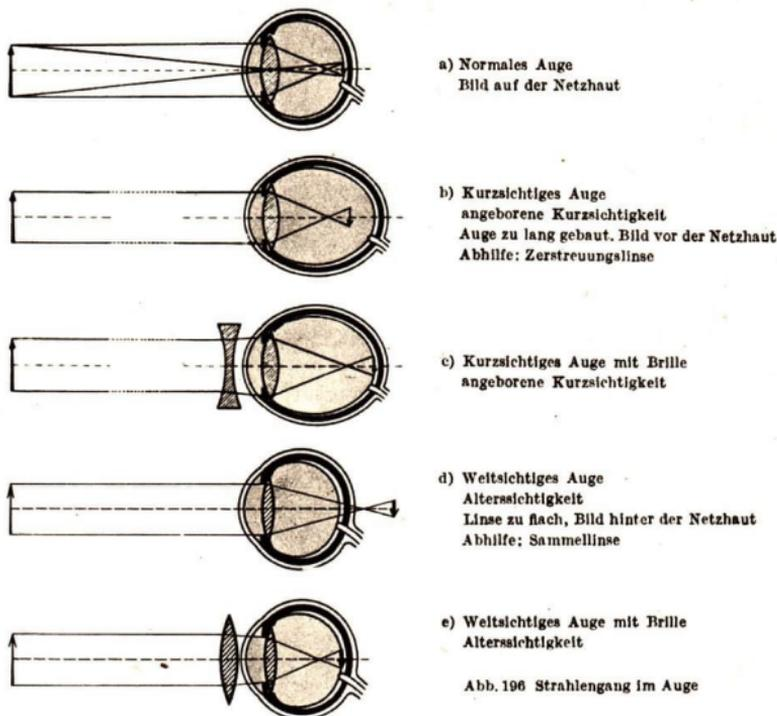

Abb. 196 Strahlengang im Auge
Die von einem Gegenstand ausgehenden Lichtstrahlen dringen durch die Pupille ins Innere des Auges ein und werden, im wesentlichen durch die Linse, bei einem normalsichtigen Auge so gebrochen, daß auf der Netzhaut ein wirkliches, umgekehrtes, verkleinertes Bild entsteht (Abb. 196 a). Die Linse hat
Die Netzhautbilder stehen umgekehrt (Abb. 196); trotzdem sieht der Mensch die Gegenstände aufrecht. Dieses Aufrechtsehen ist ein Ergebnis der Erfahrung und der Gewohnheit; es läßt sich durch physikalische Gesetze nicht erklären.
**2. Kurzsichtig, weitsichtig, übersichtig.** Manche Menschen vermögen entfernte Gegenstände nur undeutlich zu erkennen, während ihnen das deutliche Sehen naher Gegenstände oder das Lesen keinerlei Schwierigkeiten bereitet. Man bezeichnet diesen Sehfehler als *Kurzsichtigkeit* (Abb. 196 b). Sie rührt daher, daß
Ursache bei der *angeborenen* Kurzsichtigkeit ist eine zu große Länge des Augapfels. Kurzsichtigkeit kann aber auch andere Ursachen haben und sich bei vorhandener Erbanlage allmählich entwickeln. Angestrenzte Näharbeit sowie übermäßiges Lesen und Schreiben begünstigen diese Veränderung. Es ist daher verständlich, daß die hierauf beruhende *erworbene* Kurzsichtigkeit bei geistigen Arbeitern stark verbreitet und bei Naturvölkern selten ist. Durch eine *Brille* läßt sich die normale Sehfähigkeit wieder herstellen. Brillengläser für Kurzsichtige sind *Zerstreuungslinsen*. Die vom Gegenstand auf die Brille treffenden Strahlen werden nach außen gebrochen, so daß das Bild nun wieder auf der Netzhaut entsteht (Abb. 196 c).
Von der *Weitsichtigkeit* werden von einem bestimmten Lebensalter an (etwa 50 Jahre) alle Menschen betroffen. Gegenstände der Nähe werden nicht mehr deutlich wahrgenommen. Weitsichtige halten beim Lesen das Buch in eine Entfernung von 50 cm und weiter, um die Schrift deutlich zu erkennen. Ihre Linse hat die Fähigkeit verloren, sich stärker zu wölben; das Bild entsteht *hinter* der Netzhaut (Abb. 196 d). Der Sehfehler kann aber auch angeboren sein, wenn
nämlich der Augapfel zu kurz ist. Man spricht dann von *Übersichtigkeit*. Beim weitsichtigen wie beim übersichtigen Auge schafft man Abhilfe durch eine Brille, deren Gläser aus *Sammellinsen* bestehen (Abb. 196 e). Sie unterstützt die Augenlinse beim Sammeln der Lichtstrahlen.